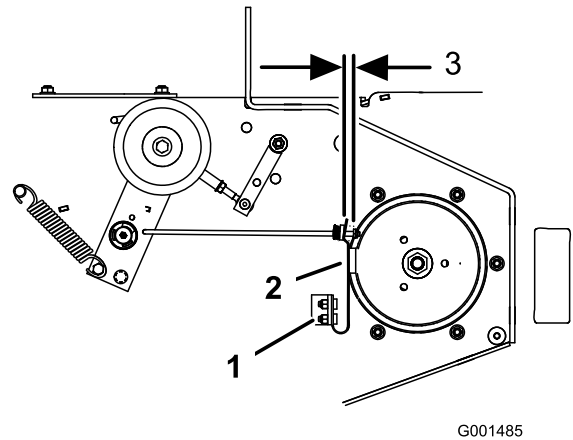

Figure 57
3. Le cas échéant, ajustez les boulons de fixation de ressort de sorte que la plaquette de frein de lame frotte contre les deux côtés de la gorge de la poulie (Figure 57).
4. Ajustez l'écrou à l'extrémité de la tige de frein jusqu'à ce que l'écrou et l'entretoise soient espacés de 3 à 5 mm ($\frac{1}{8}$ à $\frac{3}{16}$ po) (Figure 57).